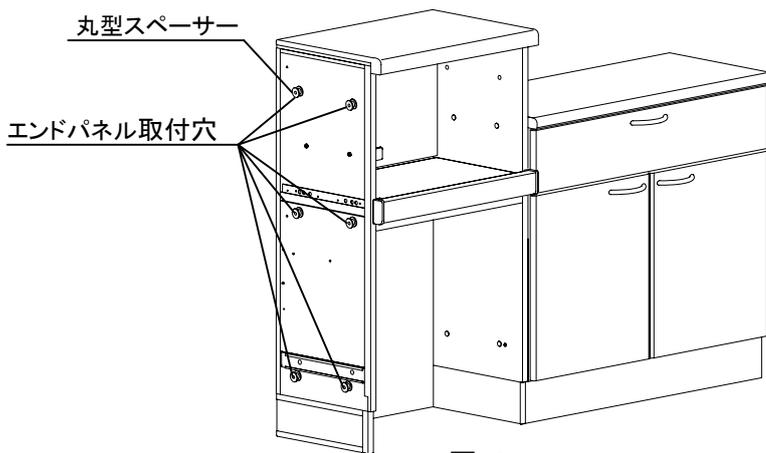

図13
- (1)側板の穴シールを取り剥がしてください。
- (2)側板の6ヶ所に、丸型スペーサーの穴を合わせて貼付けてください。(図13参照)